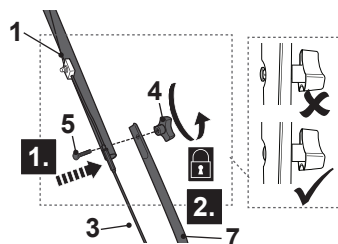

Fig. 3
4. Passe o parafuso de montagem restante pelos orifícios de montagem até o fim (Fig. 3, etapa 1).
5. Certifique-se de que o fio do freio (3) passe pelo guiador superior (1).
6. Prenda as barras do outro lado girando o botão de montagem restante (4) através da rosca do parafuso de montagem (5) (Fig. 3, passo 2).